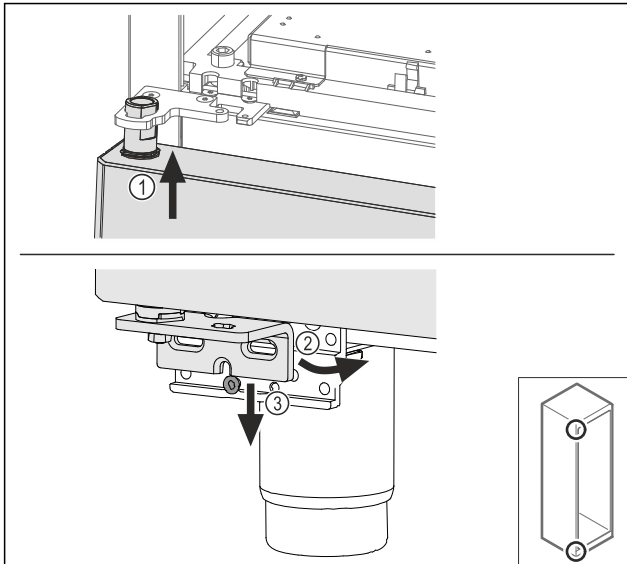

Fig. 63
- Enfiler la porte légèrement inclinée en haut Fig. 63 (1), redresser la porte Fig. 63 (2) et la poser en bas sur la vis du support de palier Fig. 63 (3).